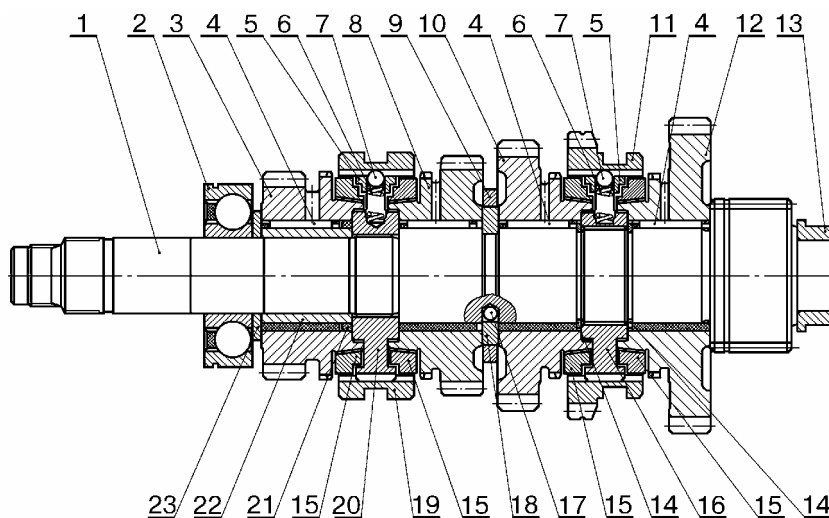

Рис.4. Вал вторичный 2108/083 в сборе:
- спрессовать задний подшипник 2, рис.4 и 5, с вторичного вала (съемник А.40005/1/6, тиски слесарные с алюминиевыми накладками);
- снять упорную шайбу 23, рис.4, шестерню 3 четвертой передачи, игольчатый подшипник 4, втулку 22 и дистанционное кольцо 21 (отвертка плоская);